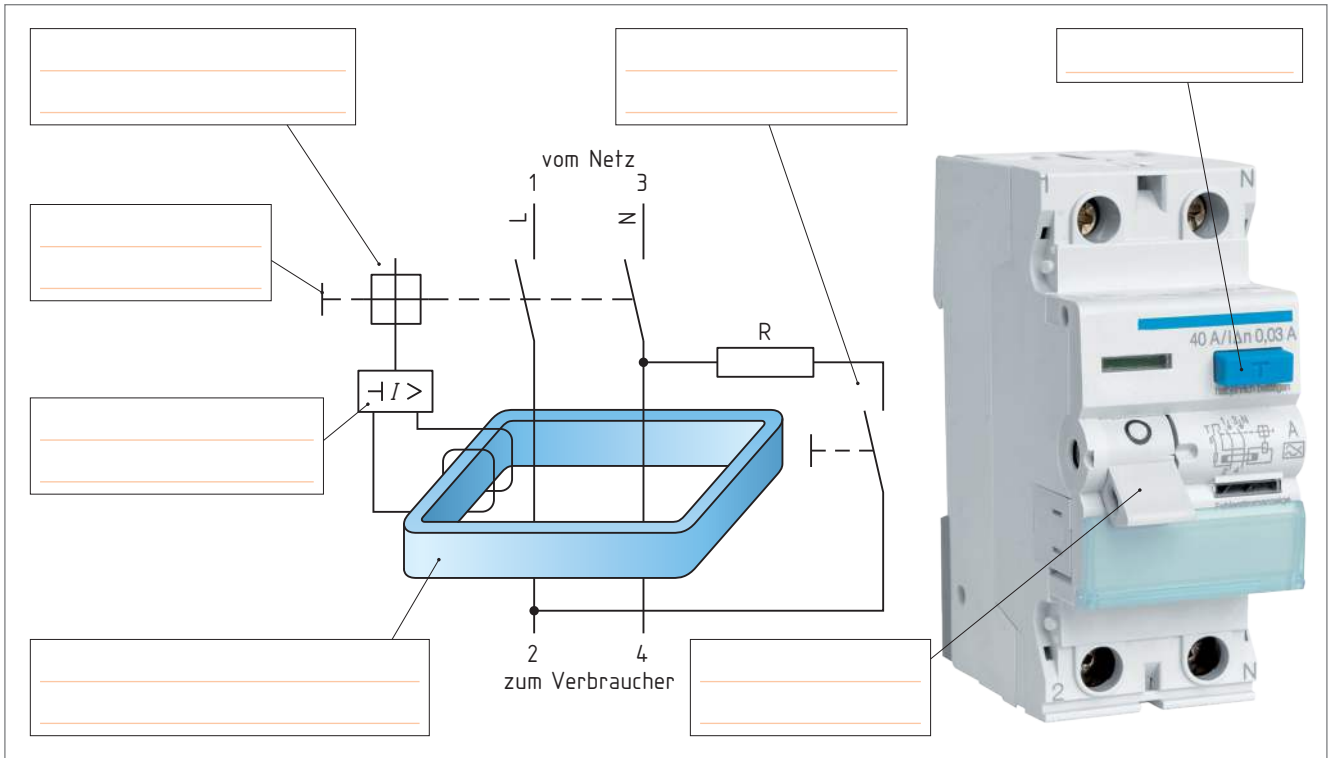

Bild 1: Fehlerstrom-Schutzeinrichtung (RCD), 2-polig
1. Benennen Sie die Bestandteile der RCD in **Bild 1**.